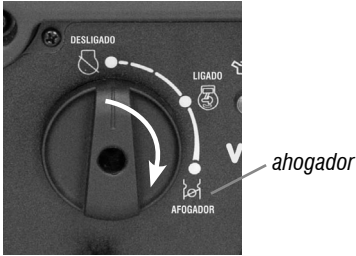

Fig. 20 – Paso 2
d. Gire el interruptor selector (14) a la posición AHO-GADOR (como se muestra en la Fig. 20, posición 3).